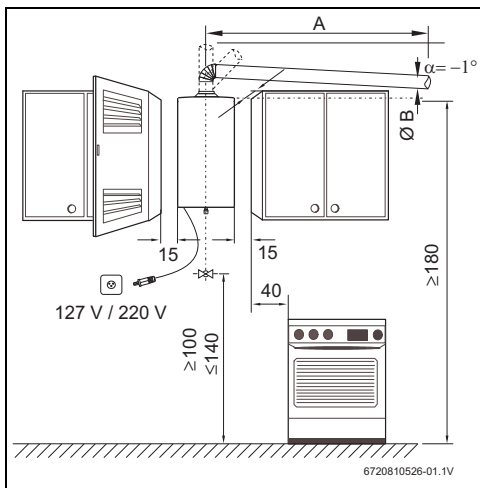

Fig. 9 Distâncias mínimas (em cm)
- Respeitar as medidas mínimas de instalação indicadas na Fig. 9.